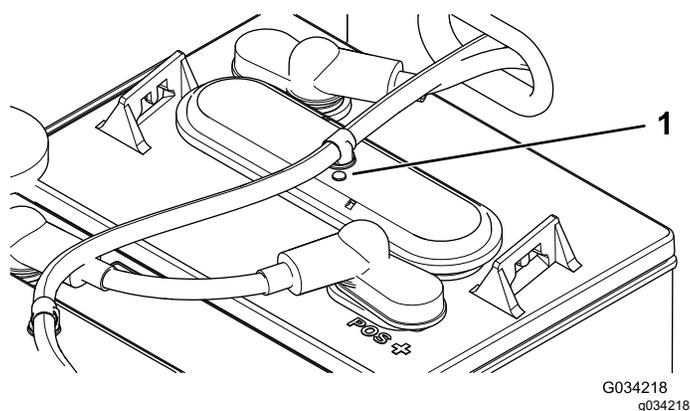

Figure 37
3. Sur chaque batterie, vérifiez si la pastille est noire ou blanche (Figure 37).